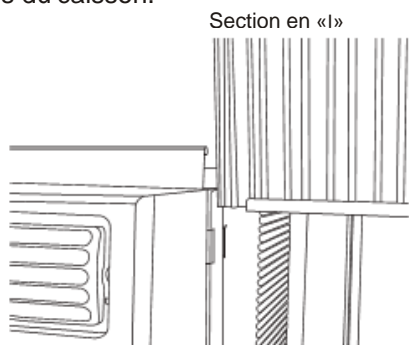

Fig. 2
- B. Faites glisser la section libre en «I» du panneau directement dans le caisson, tel qu'illustré à la figure 2. Veillez à laisser un espace suffisant pour faire coulisser les cadres supérieur et inférieur dans les gouttières du caisson.